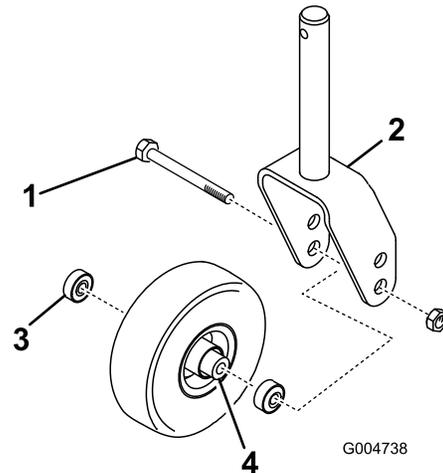
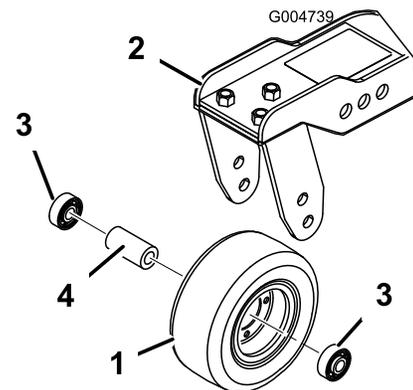

Figura 106
Figura 107
1. Retire la contratuerca del perno que sujeta el ensamble de la rueda giratoria entre la horquilla (Figura 106) o el brazo de pivote (Figura 107). Sujete la rueda giratoria y retire el perno de la horquilla o del brazo de pivote.
2. Retire el cojinete de la rueda y deje que se caiga el suplemento del cojinete (Figura 106 y Figura 107). Retire el cojinete del otro lado de la rueda.